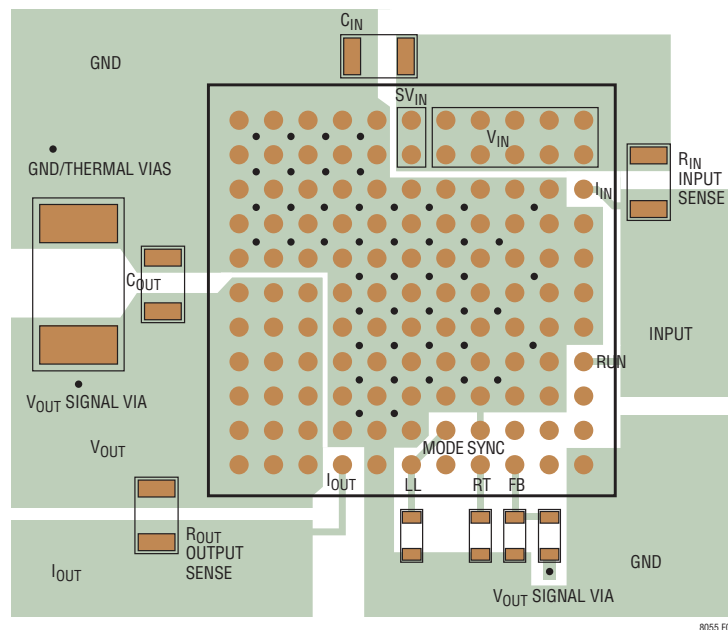

図 6. 外付け部品、GND プレーン、サーマル・ビアの推奨レイアウト
プリント回路基板のレイアウトに関連した困難な問題のほとんどは、LTM8055による高度の集積化によって軽減されるか、解消されました。とはいえ、LTM8055はスイッチング電源なので、EMIを最小限に抑えて正しい動作を保証するには注意を払う必要があります。高度に集積化されていても、レイアウトが無計画だったり不適切だったりすると、規定された動作を実現できないことがあります。推奨レイアウトについては図6を参照してください。接地と放熱に問題がないことを確認します。
8. ビアを使って、GND 銅領域をボードの内部グラウンド・プレーンに接続します。これらの GND ビアを多数分散配置して、プリント回路基板の内部プレーンへの十分なグラウンド接続と熱経路の両方を与えます。図 6 のサーマル・ビアの位置と密度に注意してください。サーマル・ビアは内部の電力処理部品に近接しているので、これらの位置で内部の GND プレーンに接続するビアによってもたらされる放熱効果に